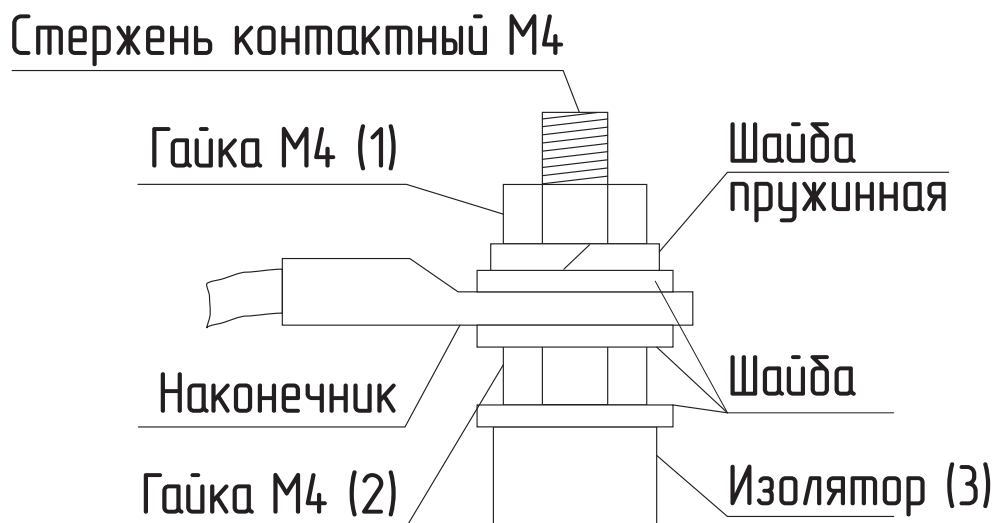

Рис.15 Присоединение проводов к выводам блок ТЭН
- Гаек на контактных стержнях ТЭН с усилием 1,8 Нм (см. Рис.15);
- При замене блок ТЭН присоединение фазных проводов к выводам блок ТЭН производить согласно **Рис.15**. Сечение кабеля указано в **Таб.1**;
- Провод нейтрали N подключить на перемычку блока ТЭН (**Рис.15**).